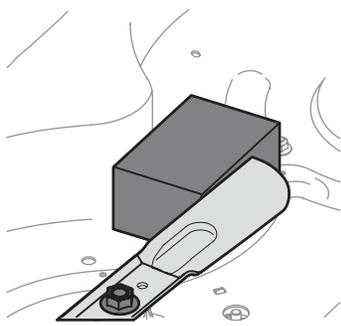

Figure 24
- Placez un morceau de bois entre le boîtier du plateau de coupe et la lame de coupe pour empêcher tout mouvement. Voir Figure 24.